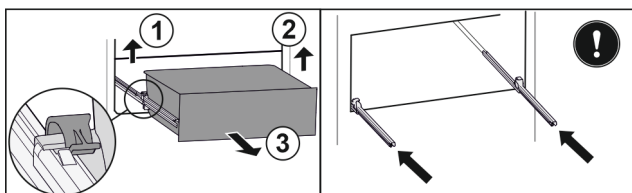

Fig. 27*
- ▶ Linker klem optillen en gelijktijdig de lade links naar voren trekken Fig. 27 (1).*
- ▶ Rechter klem optillen en gelijktijdig de lade rechts naar voren trekken Fig. 27 (2).*
- ▶ Lade er naar voren uitnemen Fig. 27 (3).*